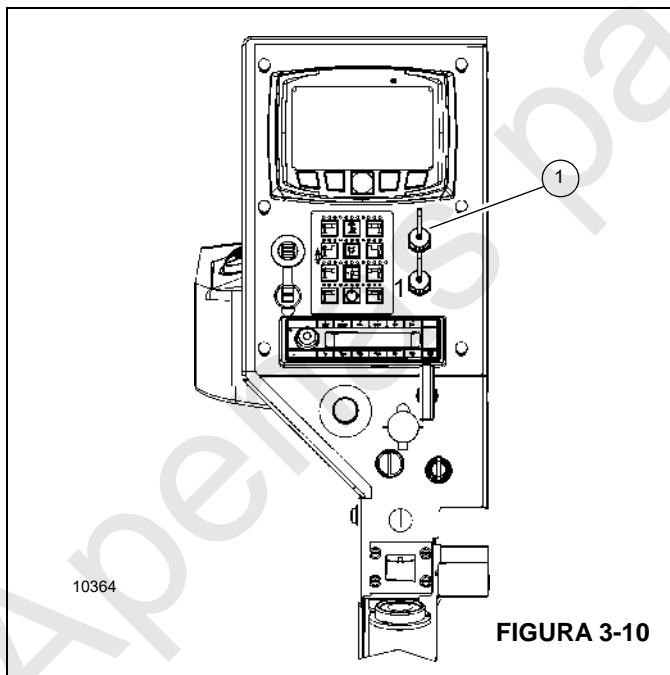

FIGURA 3-10
- Insira a unidade flash USB na porta de software RCL (1, Figura 3-10).